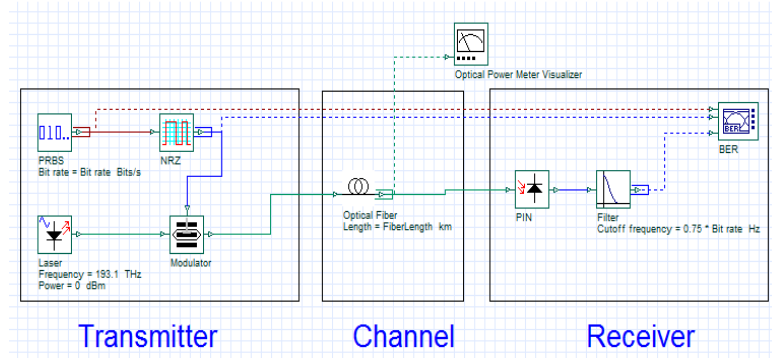

Рисунок 1.2 - Схема модели
4.2. Изучите описание модели. Файл содержит простую модель ВОСП, рисунок 1.2, состоящую из передающего устройства (**Transmitter**), главного оптического тракта (**Channel**) и приемного устройства (**Receiver**).